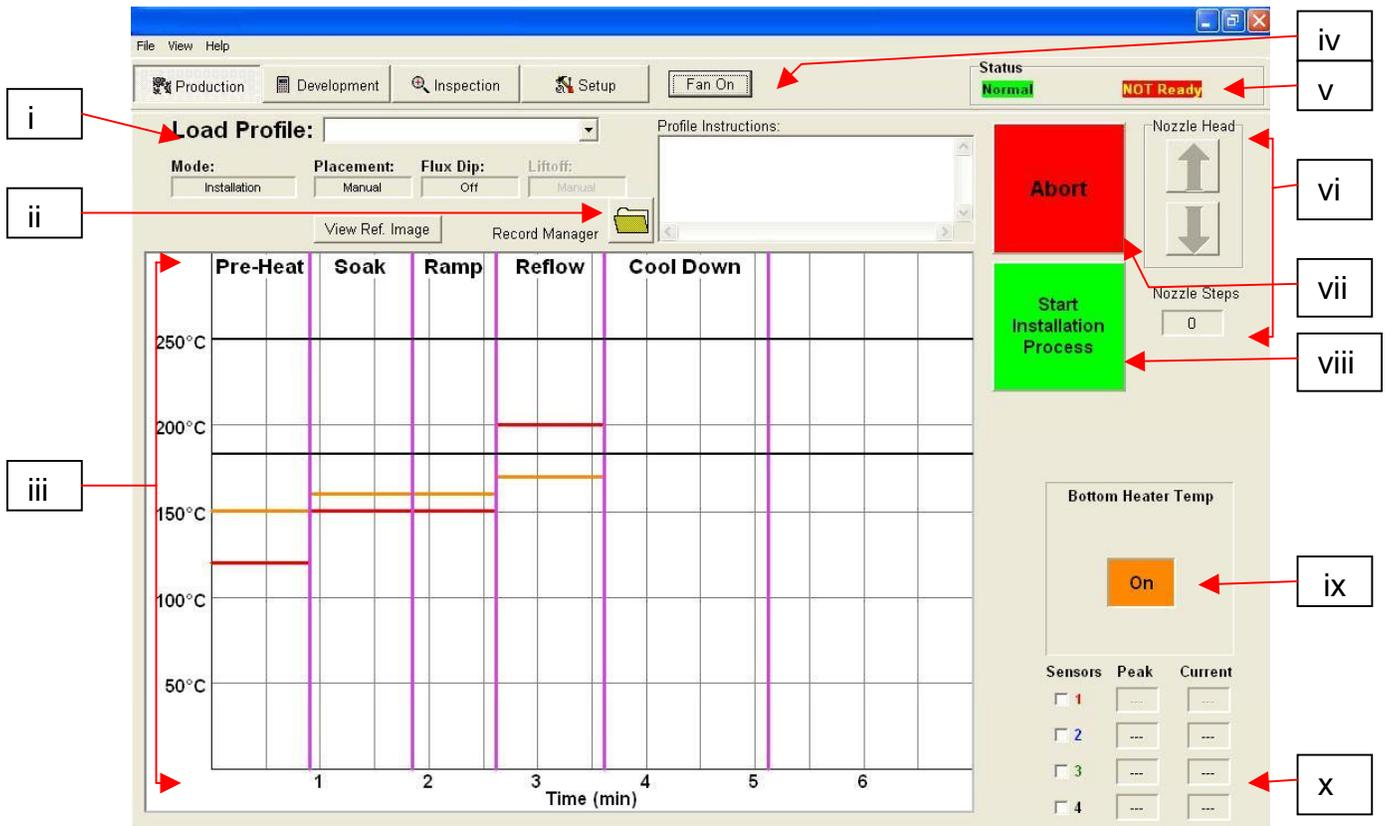

Figura 6a
g. Funzioni della schermata di produzione (Figura 6a)